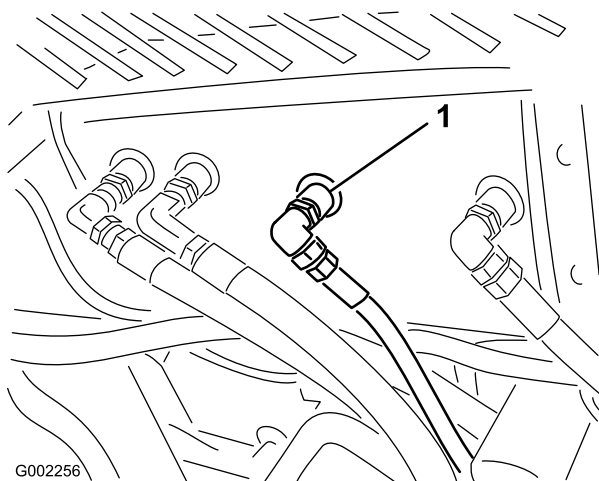

Figura 58
2. Pulite l'area attorno ad un connettore del flessibile idraulico sul fondo del serbatoio dell'olio idraulico (Figura 58).
4. Togliete il connettore del flessibile dal serbatoio, lasciando spurgare l'olio nella bacinella (Figura 58).